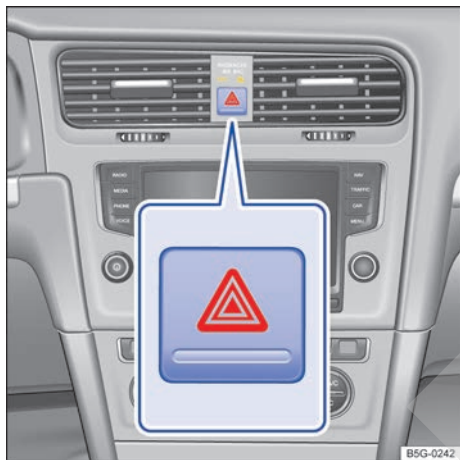

Fig. 28 En la parte superior de la consola central: pulsador de los intermitentes de emergencia.
2. Conecte los intermitentes de emergencia con el pulsador ⚠️ → fig. 28.